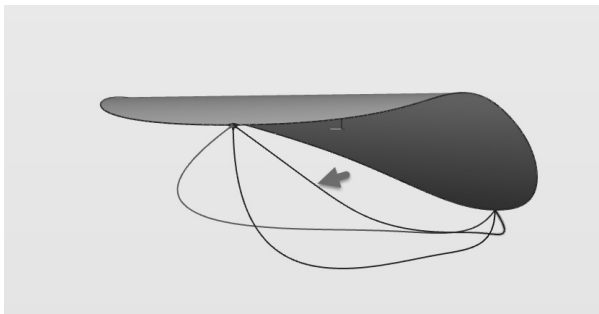

图 3-115 绘制镜像曲线
4) 使用“镜像”工具，将提取等参线基于 X 轴镜像，结果如图 3-115 所示。